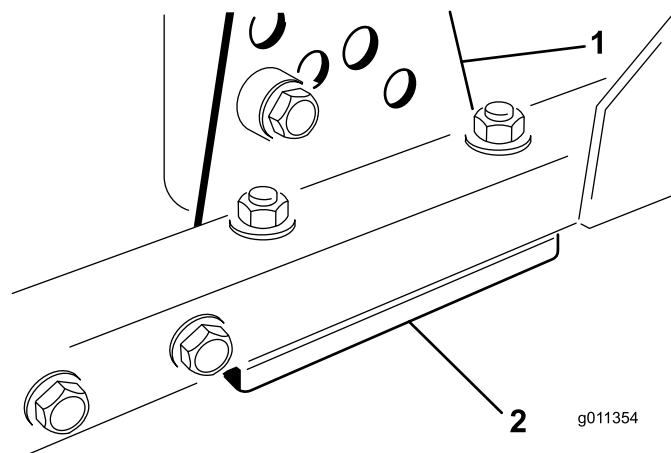

Figura 83
1. Togliete la staffa dell'altezza di taglio (anteriore, sinistra o destra) dal telaio dell'apparato di taglio (Figura 83).
2. Regolate gli spessori da 1,5 mm e/o gli spessori da 0,7 mm tra il telaio dell'apparato di taglio e la staffa per ottenere l'impostazione dell'altezza desiderata (Figura 83).